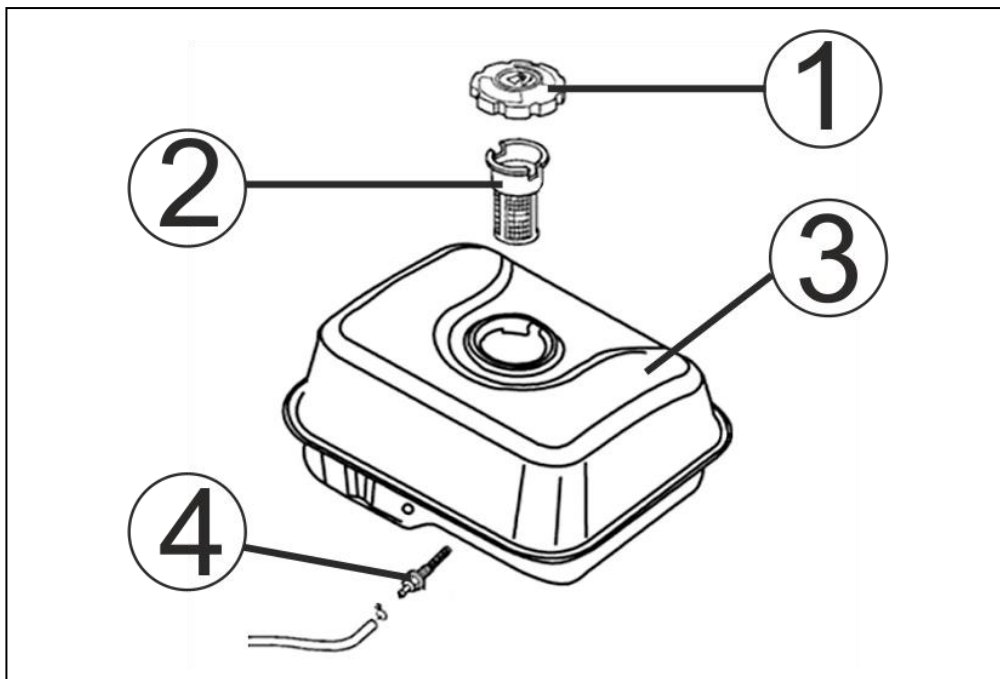

Рис. 17. Расположение топливных фильтров.
В топливном баке установлены два сетчатых топливных фильтра. Один фильтр находится в заливной горловине топливного бака. Второй фильтр установлен внутри бака (Рис. 17).
3. Выкрутите из топливного бака выходной штуцер (4) (Рис. 17) и произведите его очистку. При обнаружении механических повреждений замените штуцер топливного бака.